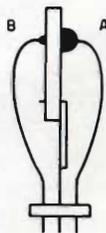

Fig. 14 - Sezione trasversale ingrandita di un transistor di piccola potenza.
a) dissaldatura di uno dei terminali all'interno del transistor (punti A e B della fig. 14);